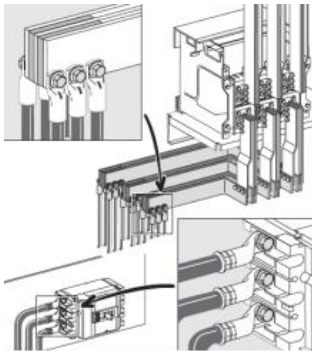

图 4-5
- 连接到铜排接线端时使用接线端子（见图 4-5）。如果连接时使用铝电缆，则使用铜铝过渡线端子。